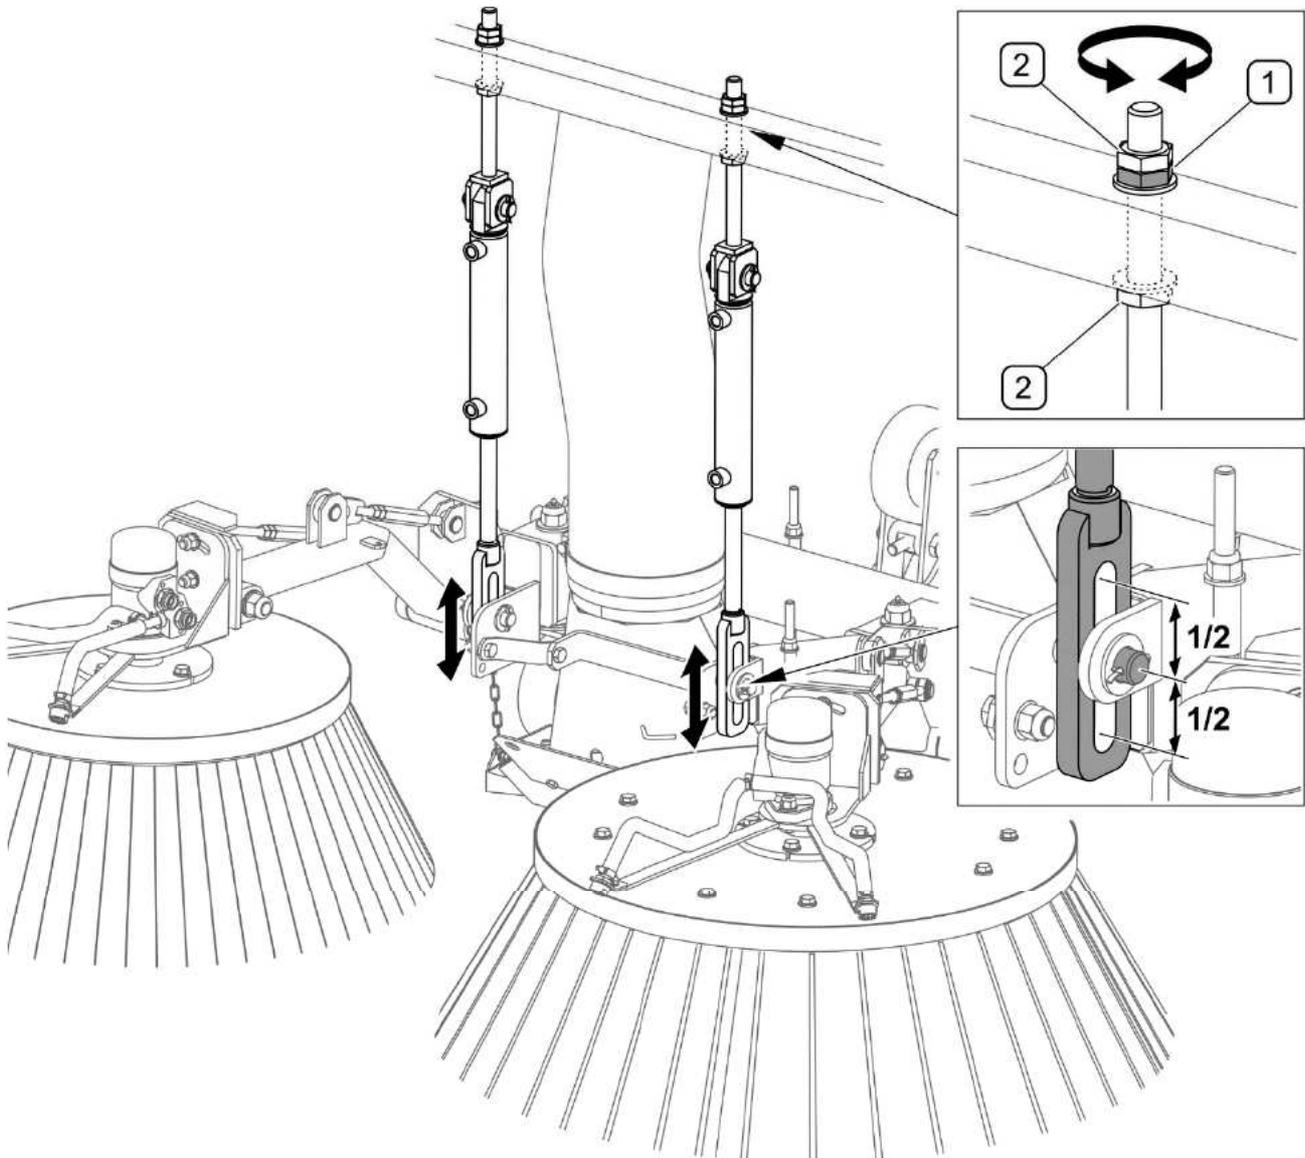

ABB. 5.10 Einstellen des Kopierens des Geländes
- 5) Einstellen des Kopierens des Geländes (ABB. 5.10)
(1) - Einstellschraube; (2) - Kontermutter
Nach dem Absenken des Kehrsystems muss sich der Befestigungsbolzen in der Mitte des länglichen Ausschnitts befinden (ABB. 5.10). Die richtige Einstellung der Aufhängung des Kehrsystems ermöglicht die Bewegung in der senkrechten Ebene und das Kopieren von geringen Geländeunebenheiten. Falls erforderlich muss die Kontermutter (2) gelöst und mithilfe der Mutter (1) die Aufhängung des rechten und linken Motors eingestellt werden.